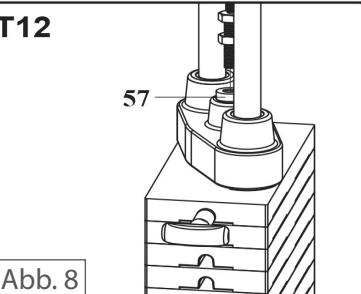

Abb. 8
6. Abb. 8: Führen Sie das Kabel nach unten und verschrauben Sie das Gewinde-Ende in das oberste Gewicht (57) an Punkt T12.